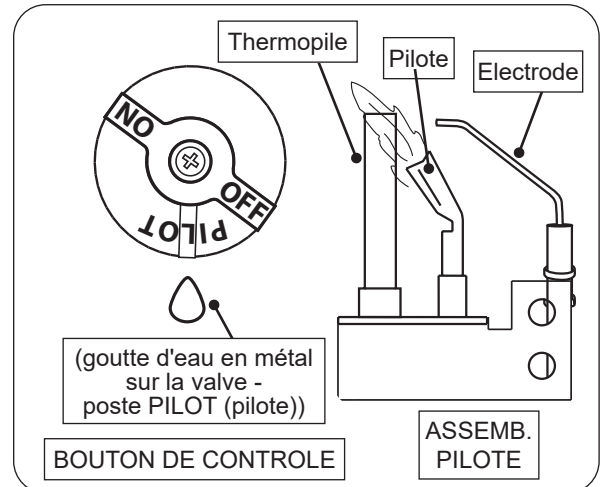

Fig. 55-1 Éclairage pilote
3. Localisez l'assemblage de la veilleuse sur le côté ou à l'arrière du bac du brûleur (voir Fig. 55-1).
4. Tournez le bouton de commande dans le sens antihoraire ↺ sur **PILOT** (pilote). Appuyez **fermement et complètement** sur le bouton de commande et maintenez-le enfoncé. Appuyez plusieurs fois sur le bouton de l'allumeur piézo jusqu'à ce que la veilleuse s'allume. Continuez à maintenir le bouton enfoncé pendant environ une (1) minute après l'allumage de la veilleuse. Relâchez le bouton et il ressortira. La veilleuse restera allumée. Voir la Fig. 55-1. S'il s'éteint, répétez les étapes 2 à 4.